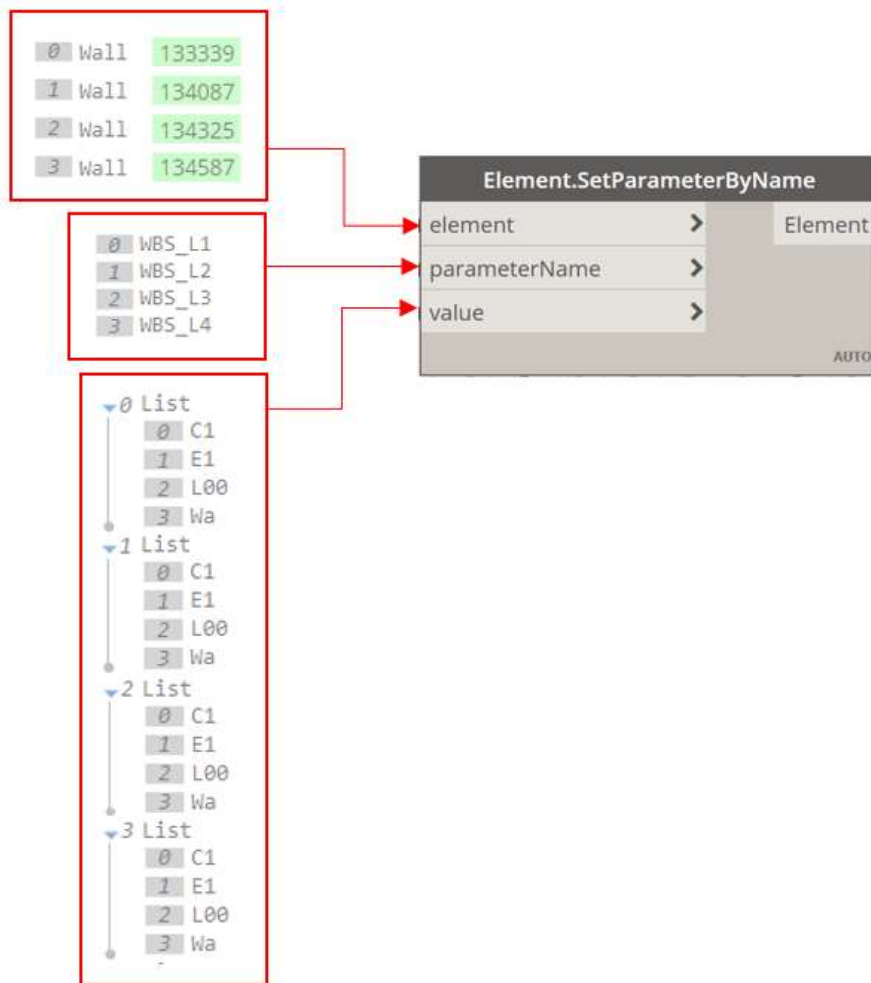
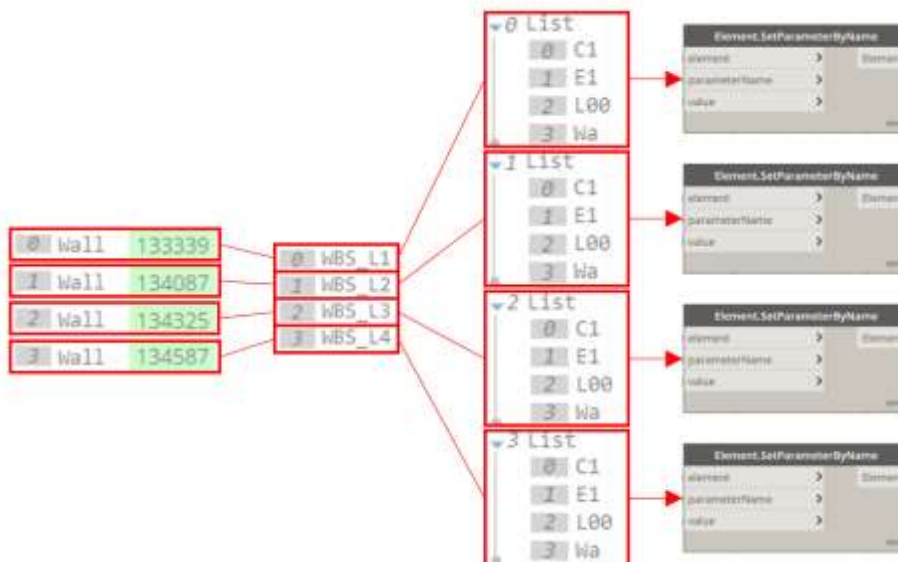

Figura 8
Figura 9
STEP 1: replicazione zip breve tra i 3 argomenti. La corrispondenza avviene a livello più esterno delle liste. Si noti che essendo la lista dei nomi dei parametri quella più corta e composta da 4 elementi, quelle degli oggetti di Revit e dei valori dei parametri verranno troncate a tale lunghezza (Figura 8). Inoltre la corrispondenza uno a uno dei membri delle liste comporta che nel primo oggetto Revit verrà compilata solo la proprietà WBS_L1, nel secondo solo WBS_L2 e così via (Figura 9). L'elemento utilizzato per valorizzare la proprietà in ciascuno dei 4 casi sarà una lista, non un singolo valore come il nodo si attende, quindi avverrà una seconda replicazione.